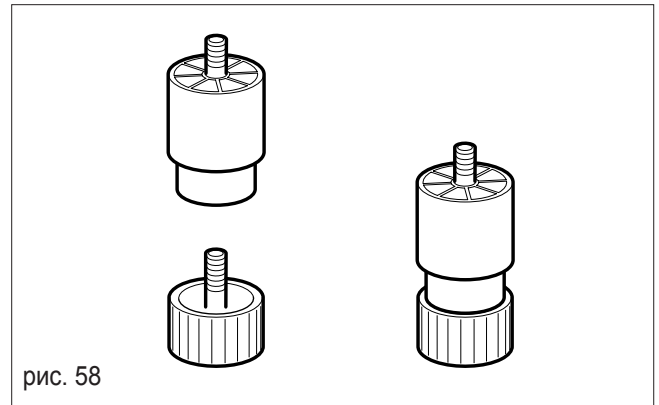

рис. 58
- Прикрутите основы для ножек к ножкам тумбы (рис. 58);